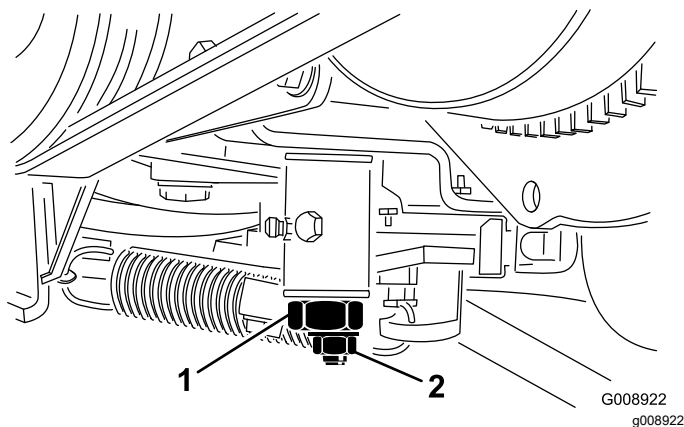

Bild 53
4. Lockern Sie die Sicherungsmutter an der Fahrtriebs-Einstellnocke (Bild 53).